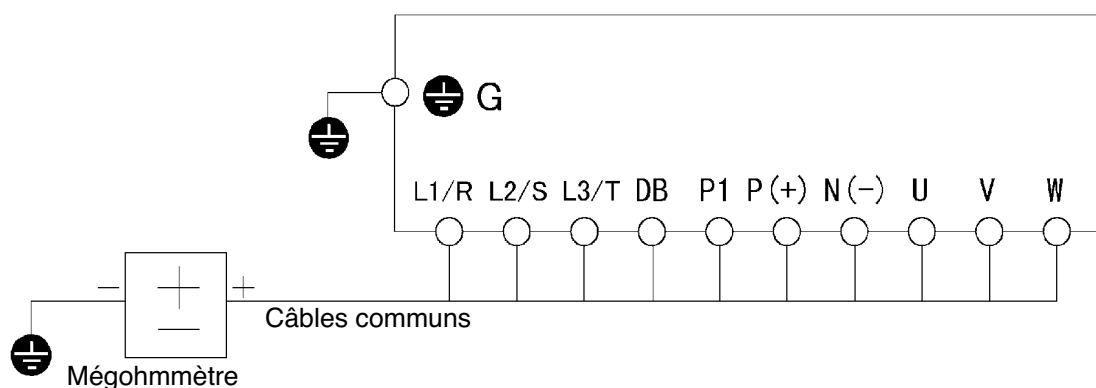

Figure 8-4-1 Test au mégohmmètre
3. Relier les bornes du circuit principal avec les câbles communs, comme le montre la Figure 8-4-1.